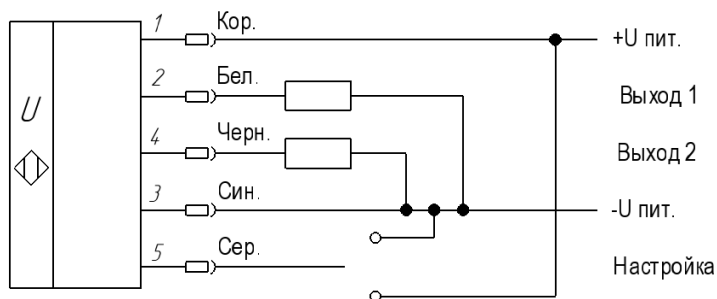

Рисунок 7 – Схема подключения активной нагрузки
7.4.2. Подключить датчик в соответствии со схемой подключения (см. рисунок 7 и рисунок 8).